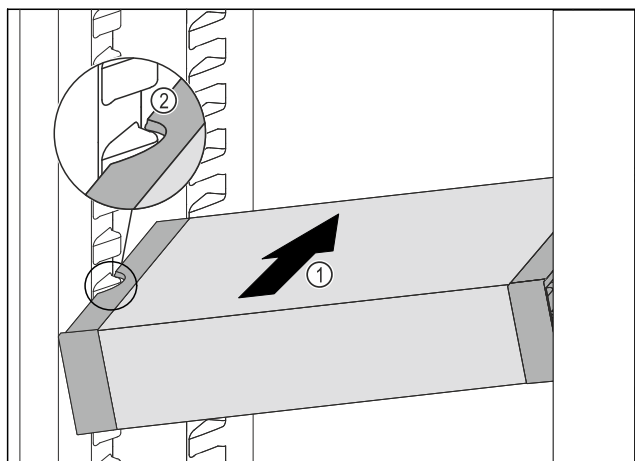

Fig. 45
- Introduzca el VarioSafe en posición oblicua en el compartimento del frigorífico Fig. 45 (1) hasta que los huecos laterales Fig. 45 (2) del VarioSafe se encuentren a la altura de la nervadura del recipiente en el compartimento frigorífico.